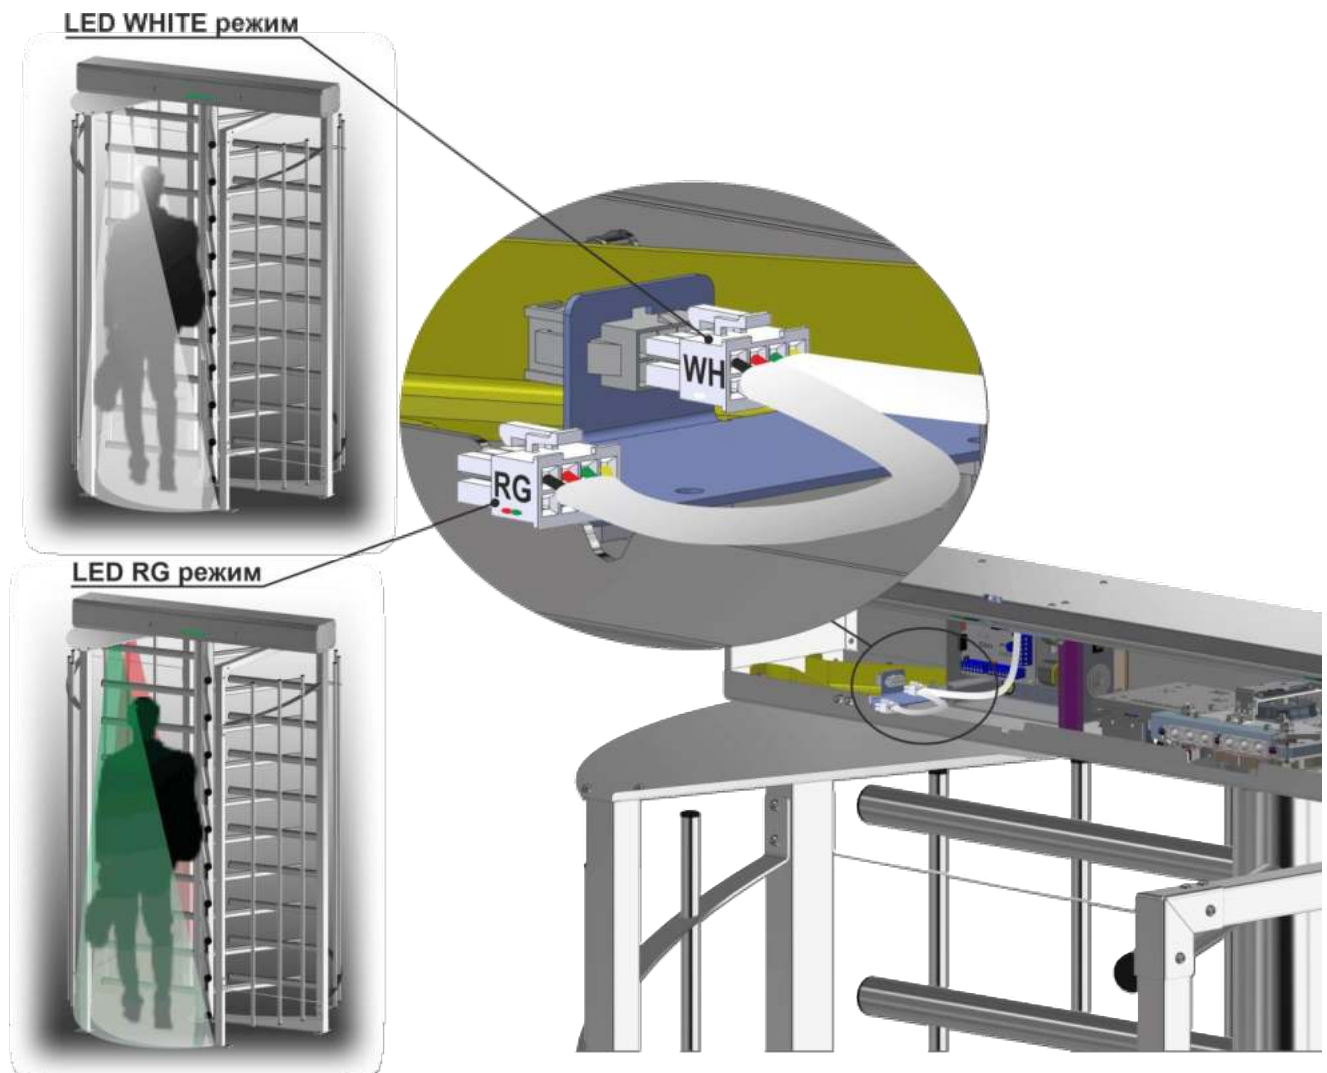

Рис.26 - Вибір режиму підсвітки проходу
Для підключення чи зміни режиму підсвітки проходу необхідно відкрити контейнер і підключити відповідний роз'єм LED модуля: підсвітку білого кольору (White) чи червоно-зеленого (RG) – рис.26.